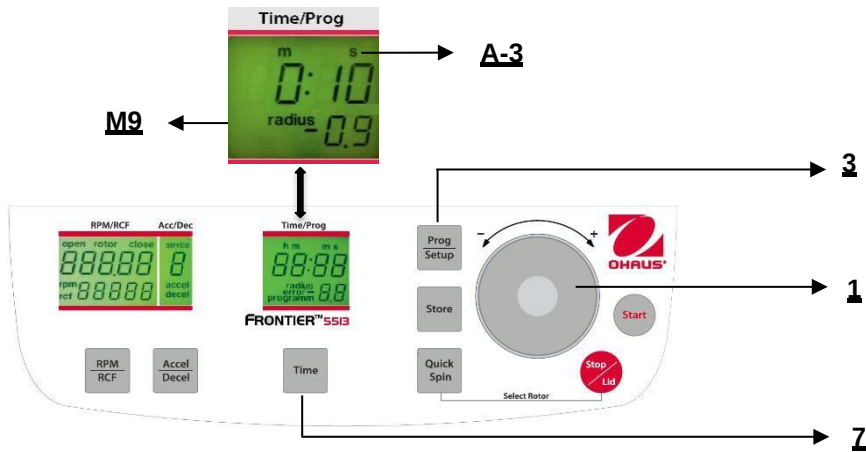

Figura. 18
Cierre la tapa, luego presione el botón **"Time"** (7) (vea la Figura 18) y el botón **"Prog/Setup"** (3) al mismo tiempo y manténgalos presionados.